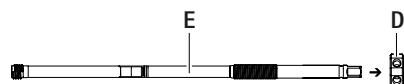

Fig. 9
- Desaparafusar a porca D da bucha interna E, ver Fig. 9.